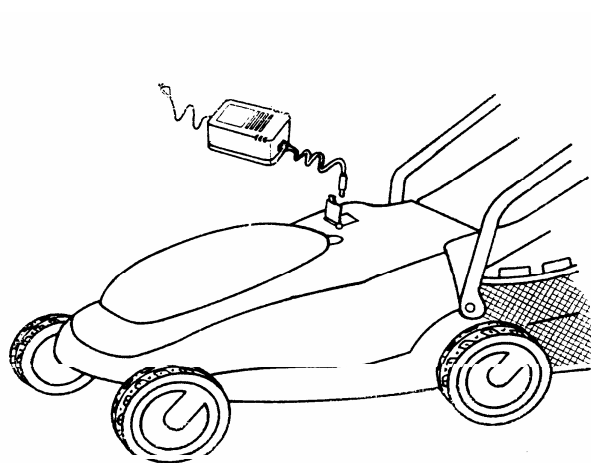

Fig. 11-1
* Avec les quatre roues de la tondeuse qui touchent le sol, connectez la fiche ronde du chargeur dans le boîtier du chargeur (trou central) de la serrure de la tondeuse (Fig. 11-1). Ensuite, connectez le chargeur dans la prise murale. La tondeuse ne peut pas être chargée si la clé de sécurité se trouve dans la serrure, étant donné qu'elle recouvre le boîtier de chargement. De même, le moteur de la tondeuse ne peut pas être démarré durant le chargement des batteries, puisqu'il est impossible d'introduire la clé de sécurité en même temps que le chargeur.